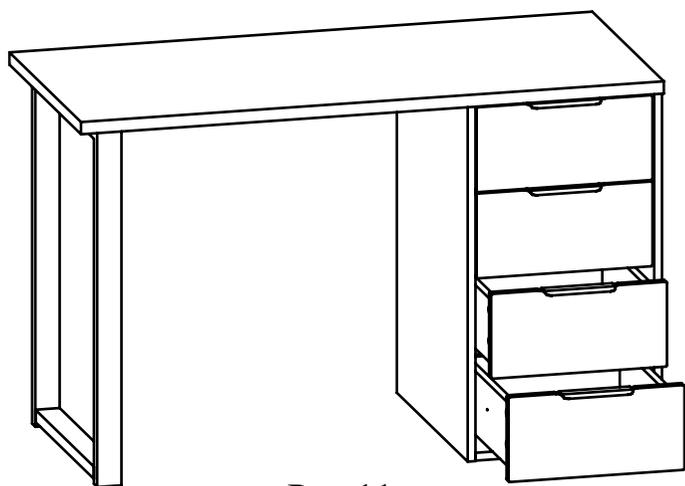

Рис.11
11. Установите ящики в корпус стола (Рис. 11).